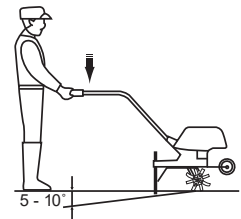

Fig. 27
3. Mantenga siempre bien sujeto el producto. Para que sea más fácil guiarlo, aplique una ligera presión sobre las manillas (3) para que la pieza deslizante (26) se introduzca en el suelo (fig. 27).